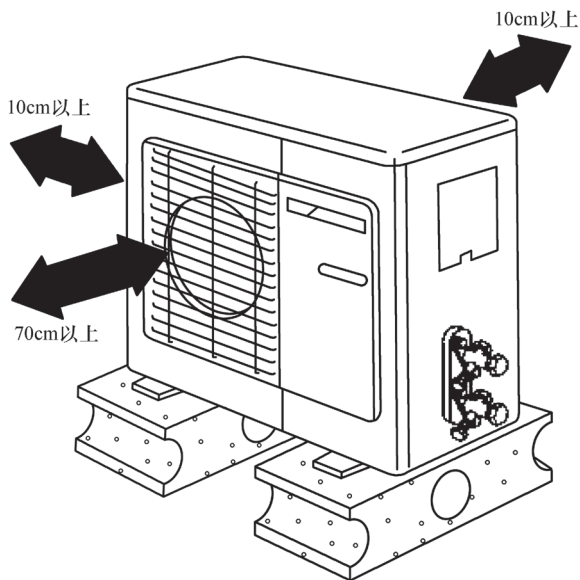

图 3-73 分体式空调器室外机的安装位置示意图
19) 将接线盒护盖恢复, 将室外机挪入室外机空调机位, 室外机在安装时要注意其高度, 如图 3-73 所示。